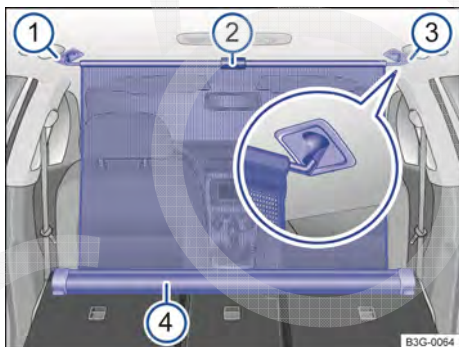

Fig. 241 No compartimento de bagagens: rede divisória encaixada com encostos do banco traseiro dobrados para frente.
- Tirar a rede divisória com a tira → Fig. 241 ② da carcaça → Fig. 241 ④, puxando-a para cima.
- Prender a rede divisória no lado direito → Fig. 241 ③ (lupa).
- Prender a rede divisória no lado esquerdo, comprimindo a barra transversal no alojamento → Fig. 241 ①.
A rede divisória estará fixada corretamente se as extremidades em forma de T estiverem seguramente presas nos respectivos alojamentos → Fig. 241 ③ e ①
- Conduzir a rede divisória totalmente para baixo para a carcaça → Fig. 241 ④.